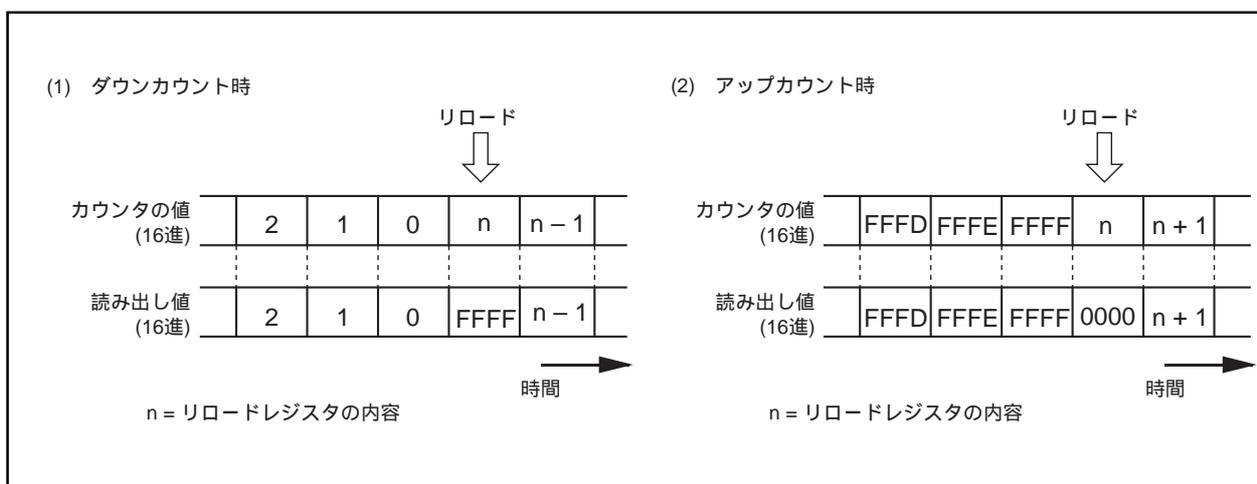

図2.2.29. タイマAiレジスタの読み出し
- 内容 (1) リセット解除後、カウント開始フラグは“0”です。タイマAiレジスタに値を設定した後、“1”にしてください。
- (2) カウント中のカウンタの値は、タイマAiレジスタを読み出すことによって任意のタイミングで読み出すことができます。ただし、図2.2.29に示すリロードタイミングで読み出した場合、アンダフロー時は $FFFF_{16}$ が、オーバフロー時は 0000_{16} が読み出されます。カウント停止中にタイマAiレジスタに値を設定した後、カウントがカウントを開始するまでの期間に読み出しを行った場合、設定値が読み出されます。